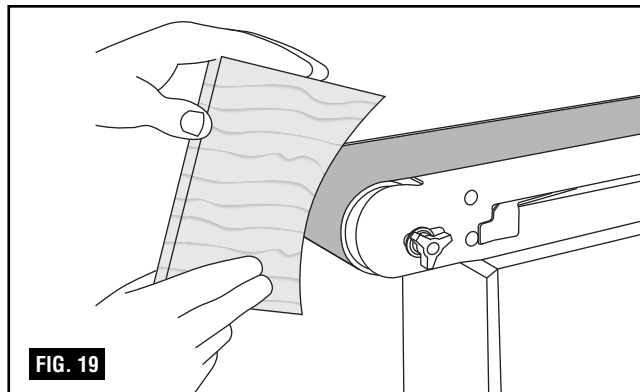

FIG. 19
### Ponçage de bords recourbés (Fig. 19 & 20)
1. Poncez toujours l'intérieur des parties recourbées sur la poulie folle comme cela est indiqué à la Figure 19.